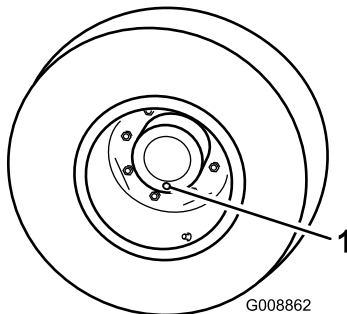

Figura 61
1. Con la máquina en una superficie nivelada, coloque una rueda de manera que uno de los tapones de verificación esté en la posición más baja (posición de las 6) (Figura 61).